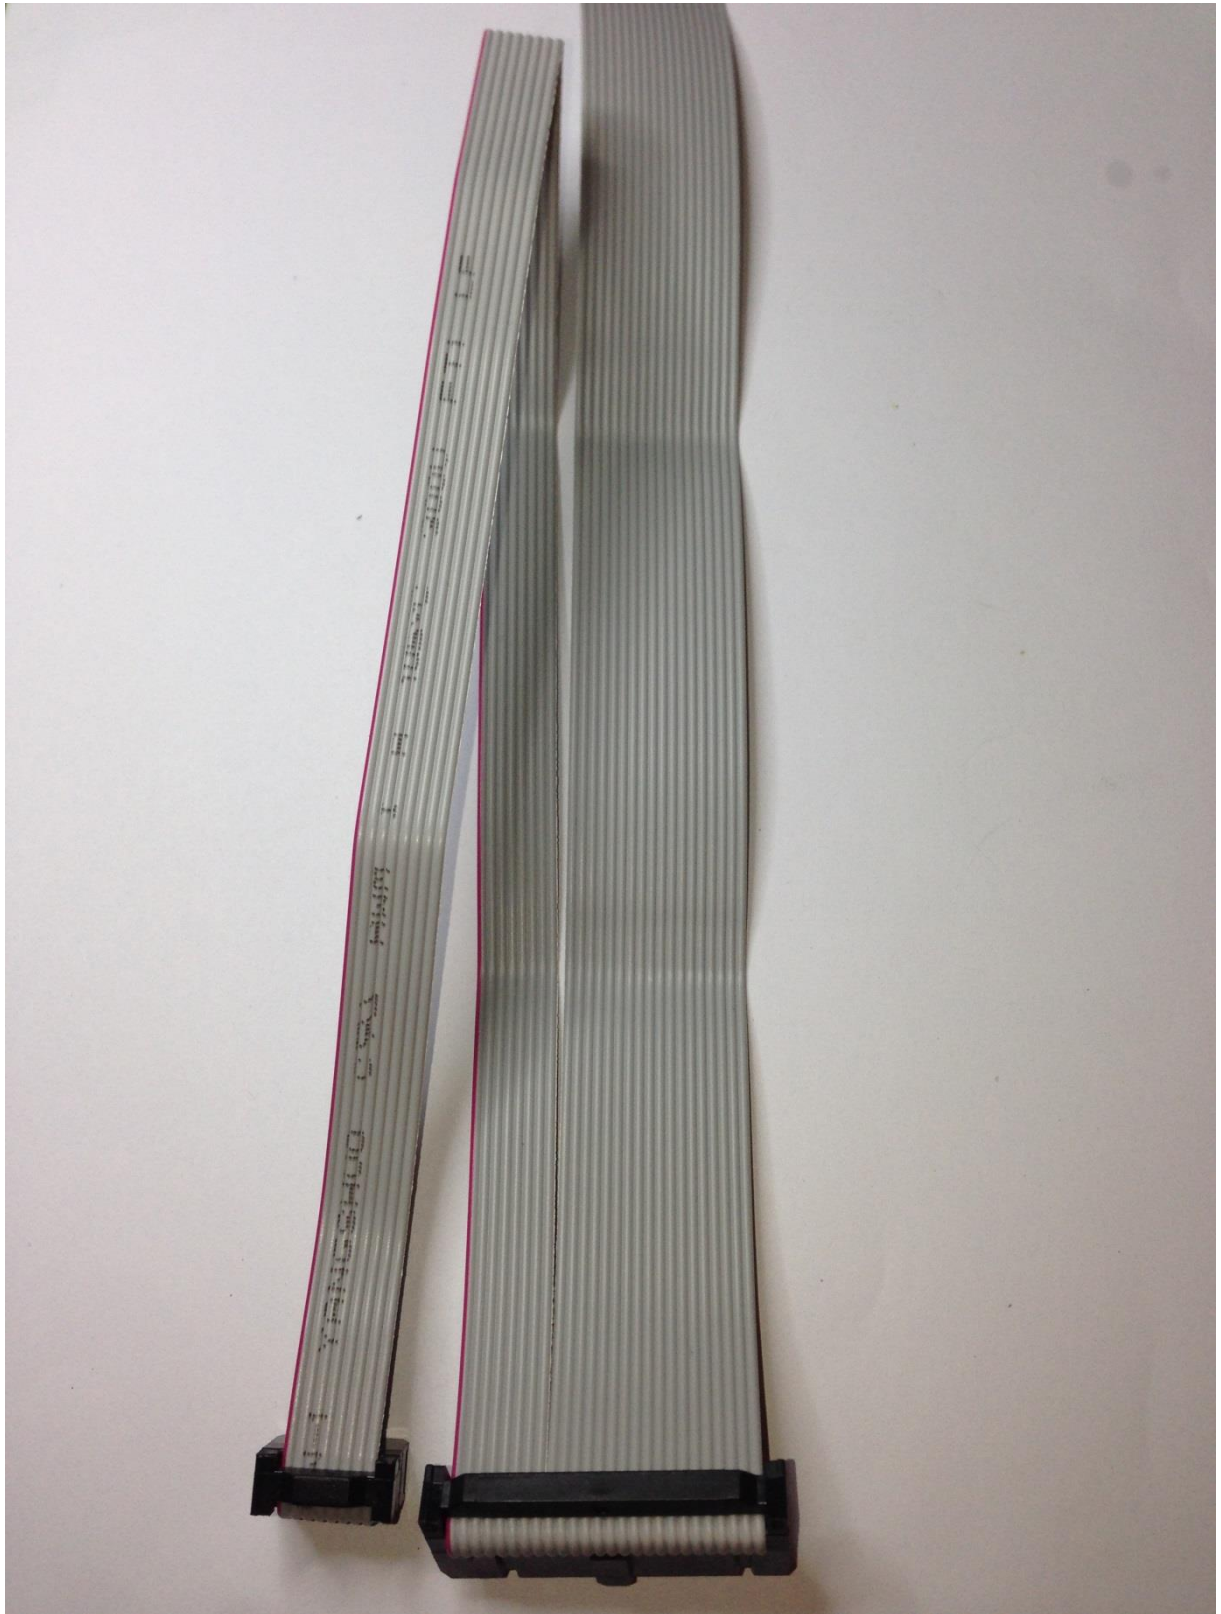

Bild 30
7.14. Im Ganzen sieht das Kabel dann wie folgt aus (Bild 30).